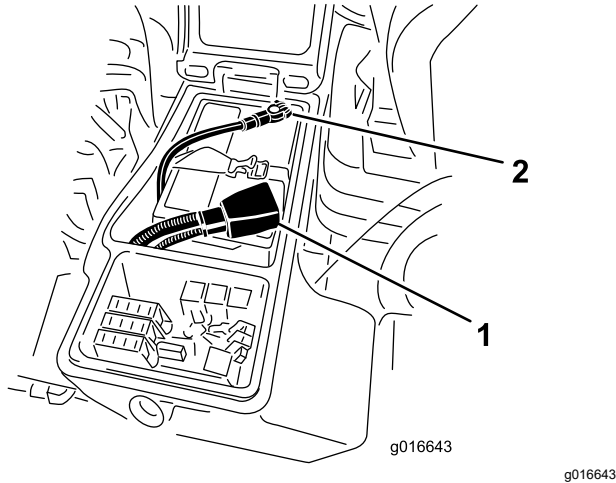

Bild 97
6. Klemmen Sie das Pluskabel (Rot) am Pluspol (+) der Batterie und das Minuskabel (Schwarz) am Minuspol (-) der Batterie an (Bild 97).